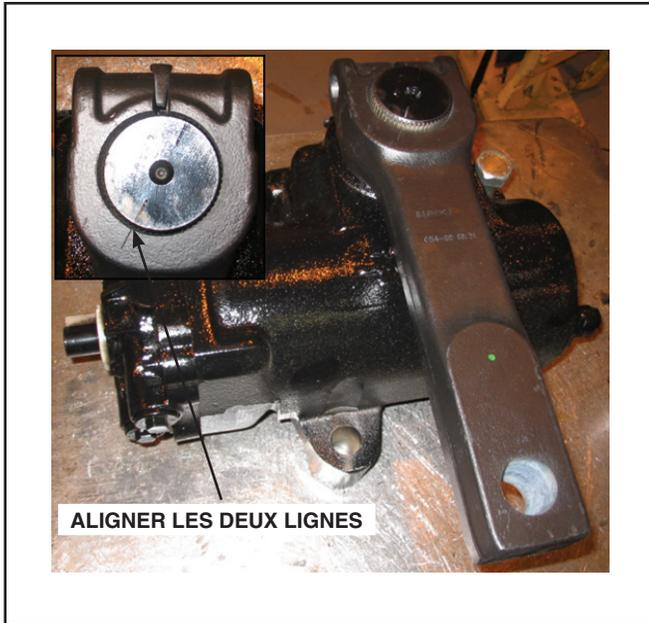

Figure 8 - Alignement du levier de direction
1. Si le levier de direction (6) n'est pas installé sur le boîtier de servodirection (5), l'installer de la façon suivante :
- a. Aligner le repère de l'axe du secteur denté sur celui du levier de direction. Voir Figure 8. Il doit donc y avoir un angle de 90° entre le repère du secteur denté et l'axe vertical de l'arbre d'entrée du boîtier de servodirection.